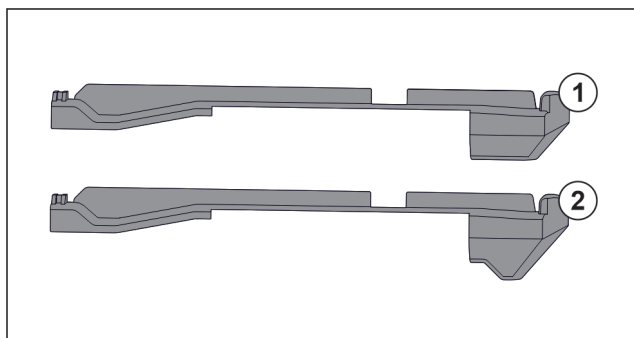

Fig. 83 Porovnání nasazovacích dílů
V přístroji se nacházejí dva různé nasazovací díly. Nasazovací díl nad nejspodnější zásuvkou Fig. 83 (2) má hranu trojúhelníkového tvaru. Všechny ostatní nasazovací díly Fig. 83 (1) mají rovnou hranu.
- ▶ Nasazovací díl Fig. 83 (2) s hranou trojúhelníkového tvaru připevněte nad nejspodnější zásuvkou.
- ▶ Nasazovací díl Fig. 83 (1) s rovnou hranou připevněte na všech ostatních místech.